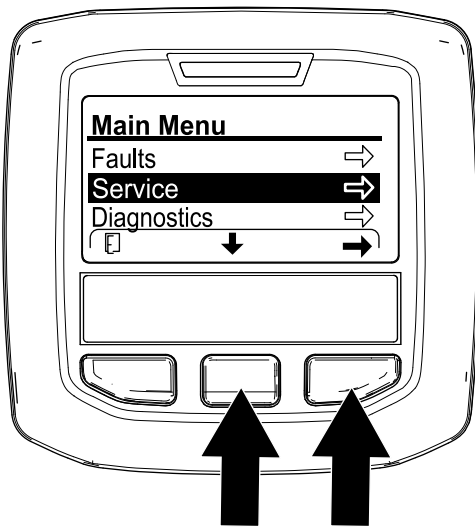

Bild 103
- Rufen Sie im InfoCenter das HAUPTMENÜ auf (Bild 103).